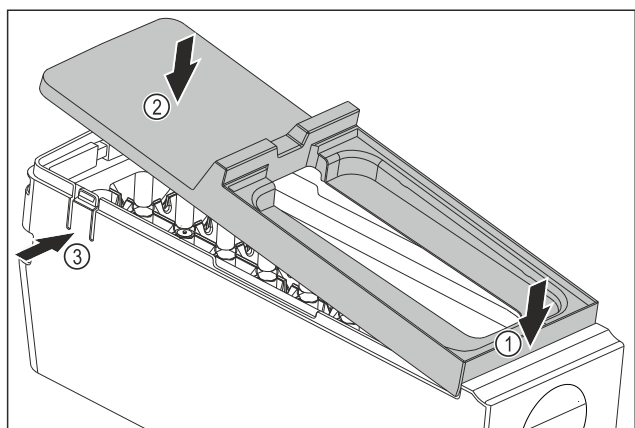

Fig. 85
- ▶ Montera skyddet på EasyTwist-Ice-enheten: Sätt in skyddet framtill. Fig. 85 (1)
- ▶ Sänk ned skyddet baktill. Fig. 85 (2)
- ▷ Skyddet hakar hörbart i båda skenorna Fig. 85 (3).